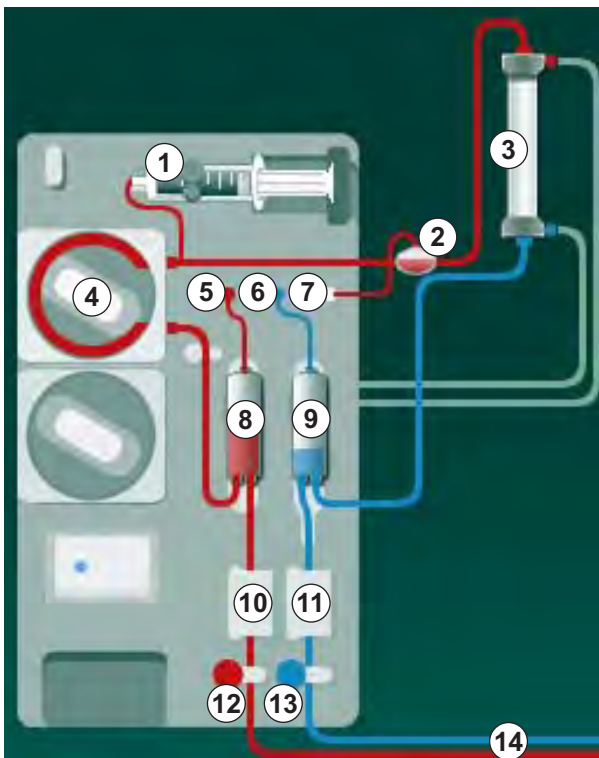

Fig. 3-2 Mode de fonctionnement - Simple aiguille Cross-Over
Avec l'électroclamp veineux (Fig. 3-2 Mode de fonctionnement - Simple aiguille Cross-Over (33), ⑬ ) fermé et l'électroclamp artériel ⑫ ouvert, la pompe à sang ④ pompe le sang du patient à travers le dialyseur ③ dans le piège à bulles ⑨ . La pression dans la chambre veineuse ⑨ est surveillée par le capteur de pression veineuse ⑥ . Dès que la pression de basculement supérieure réglée est atteinte, la pompe à sang ④ s'arrête et l'électroclamp veineux ⑬ s'ouvre. En raison de la pression dans la chambre veineuse ⑨ , le sang afflue à travers le dialyseur ③ pour retourner au patient jusqu'à ce que la pression basse de commutation soit atteinte. Une fois la pression basse de commutation atteinte dans la chambre veineuse ⑨ ou le temps de retour pré-réglé expiré, l'électroclamp veineux ⑬ se ferme. L'électroclamp artériel ⑫ s'ouvre alors rapidement. La pompe à sang ④ est activée et le procédé redémarre avec un nouveau prélèvement de sang du patient.